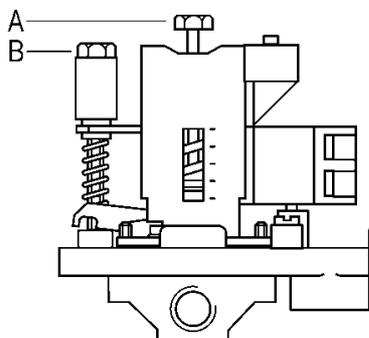

Fig.1 Pressostato di avviamento pompa
5.5 TARATURA PRESSOSTATI (Fig. 1)
- 1 Inserzione: per aumentare il punto d'intervento al decrescere della pressione avvitare il dado di taratura A (Fig.1)
- 2 Disinserzione: per aumentare il punto d'intervento all'aumentare della pressione avvitare il dado di regolazione del differenziale B (Fig.1)